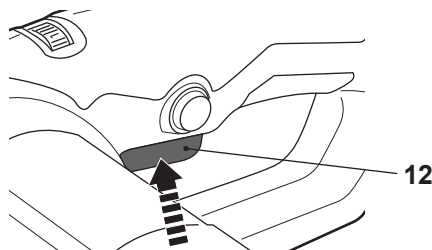

Fig. 18
- > Ligue o produto pressionando o interruptor Ligado/desligado (12) (Fig. 18).
- > Desligue o produto soltando o interruptor Ligado/desligado (12).